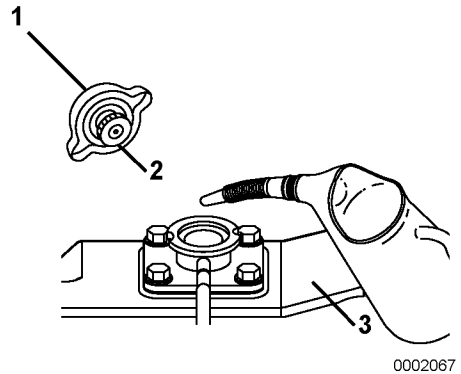

Figure 7
2. Retirez le bouchon de remplissage (**Figure 7, (1)**) de l'échangeur thermique (**Figure 7, (3)**) en tournant le bouchon dans le sens inverse des aiguilles d'une montre d'un tiers de tour.
3. **REMARQUE: Ne versez JAMAIS du liquide de refroidissement froid dans un moteur chaud.** Versez lentement le liquide de refroidissement dans l'échangeur thermique (**Figure 7, (3)**) de manière à éviter la formation de bulles d'air.
4. Après avoir rempli l'échangeur thermique, remplacez le bouchon de remplissage et serrez-le fermement (**Figure 7, (1)**). Le non-respect de cette consigne peut provoquer des fuites du liquide de refroidissement. Pour remplacer le bouchon, faites correspondre les indentations (**Figure 7, (2)**) du fond du bouchon avec les encoches de l'orifice de remplissage et tournez-le dans le sens des aiguilles d'une montre d'un tiers de tour. **AVERTISSEMENT! Serrez TOUJOURS à fond le bouchon du réservoir du liquide de refroidissement après avoir vérifié le réservoir du liquide de refroidissement. De la vapeur peut jaillir lorsque le moteur est en marche si le bouchon n'est pas bien serré.**